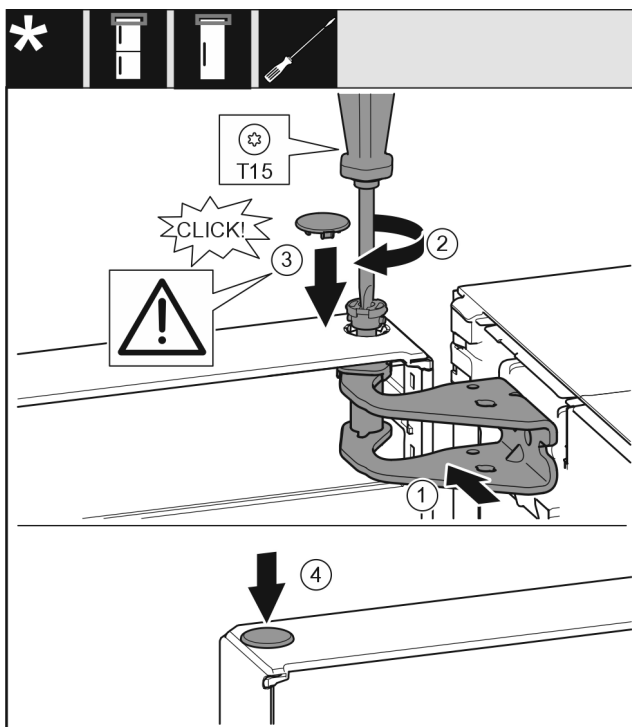

Fig. 22
- ▶ Выровняйте дверь сверху по отверстию в опорном кронштейне. Fig. 22 (1)
- ▶ Вставьте палец и затяните отверткой T15. Fig. 22 (2)
- ▶ Установите предохранительную крышку для защиты двери: Вставьте предохранительную крышку и проверьте, прилегает ли она к двери. В ином случае вставьте палец полностью. Fig. 22 (3)
- ▶ Вставьте заглушку. Fig. 22 (4)